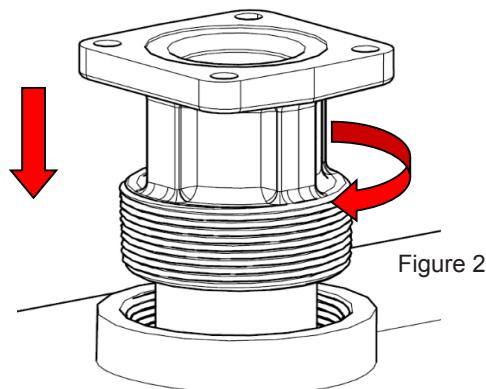

Figure 2
- Visser l'adaptateur de citerne (avec le tube d'aspiration) dans la bonde de la citerne en appliquant la pâte d'étanchéité qui convient pour éviter toute fuite de liquide (Figure 2).